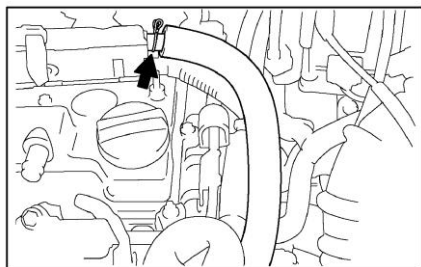

Рисунок II-52
3. Отсоединить шланг от клапана PCV. (см. *Рисунок II-52*)